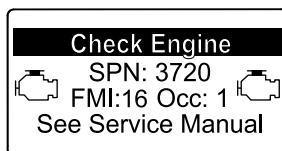

Bild 81
- Motorwarnung SPN 3720, FMI 16 (Bild 81)